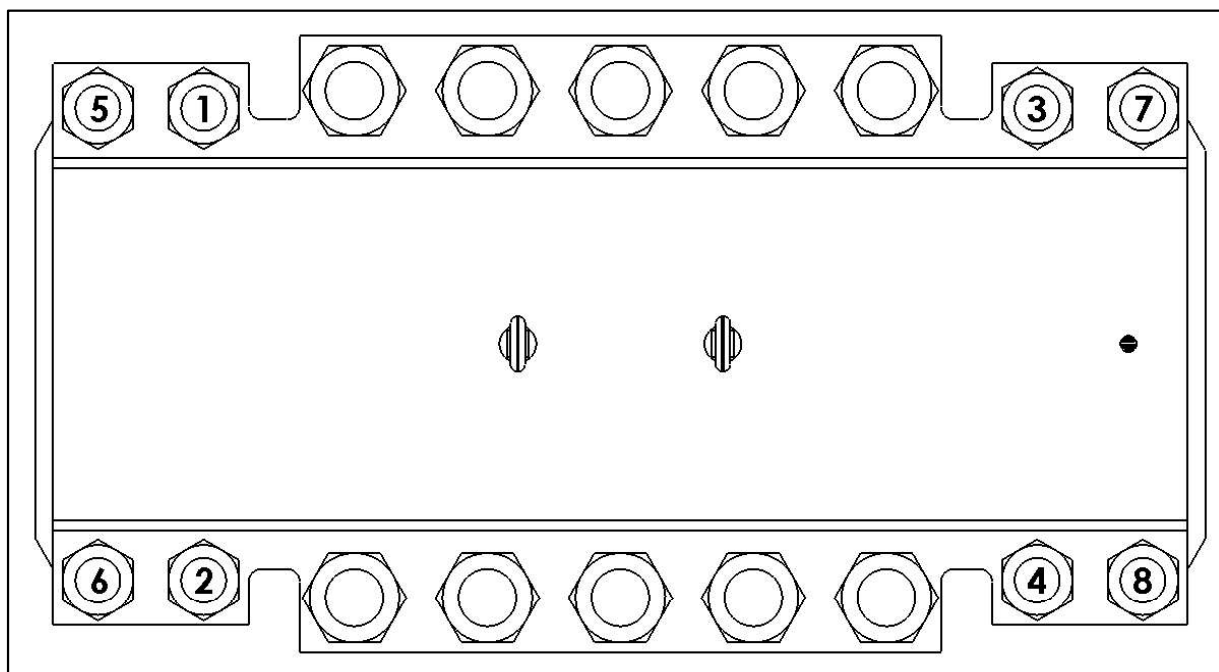

Figura 15
7. Serrare uniformemente i prigionieri e i dadi delle sezioni di bloccaggio, secondo i **valori di coppia per la sezione di bloccaggio** riportati nella *Tabella della Coppia di Serraggio degli Elementi di Bloccaggio PLIDCO* a pagina 20. Si noti che le barre laterali nella sezione di tenuta presentano un interstizio di circa 1/8 di pollice (3,2 mm) o meno quando la PLIDCO Hot Tapping+Saddle è completamente serrata. L'interstizio tra le barre laterali nella sezione di bloccaggio è generalmente maggiore rispetto alla sezione di tenuta e dipende dalla dimensione del tubo. La sequenza per il serraggio dei prigionieri deve seguire il modello della Figura 15 e deve essere eseguita ripetutamente come segue: